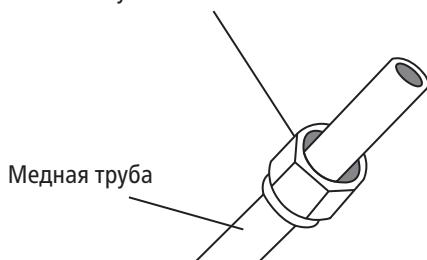

Рис. 5.3
3. Наденьте конусные гайки на оба конца трубы. Гайки должны быть ориентированы в правильном направлении, поскольку после развалицовки гайки нельзя будет надеть или изменить их ориентацию. См. **рис. 5.3**.